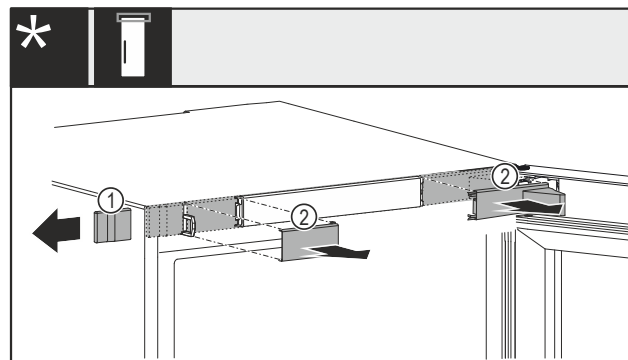

*Fig. 11 **
- Retire el tornillo *Fig. 11 (1)*.*
- Presione suavemente la parte superior e inferior de la pieza adaptadora *Fig. 11 (2)* y tire de ella.*